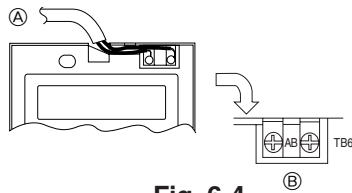

Fig. 6-4
- ④ 墙
- ⑤ 导线管
- ⑥ 锁定螺母
- ⑦ 套管
- ⑧ 开关盒
- ⑨ 遥控器线
- ⑩ 使用油灰密封
- ⑪ 木螺钉
2) 连接步骤 (Fig. 6-4)
① 将遥控器线连接到终端块。
- ② 到室内机组上的TB5
- ③ TB6 (无极性)